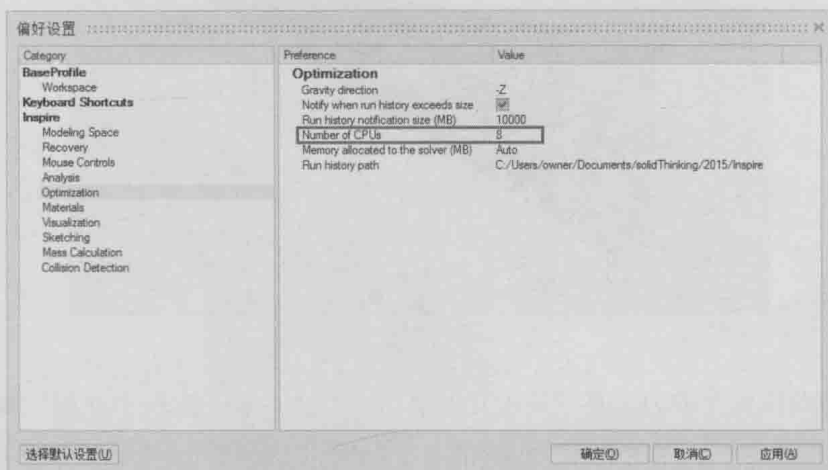

图 1-6
4) 修改设置: 选择 Optimization→Number of CPUS 选项, 可以提高计算速度, 如图 1-6 所示。